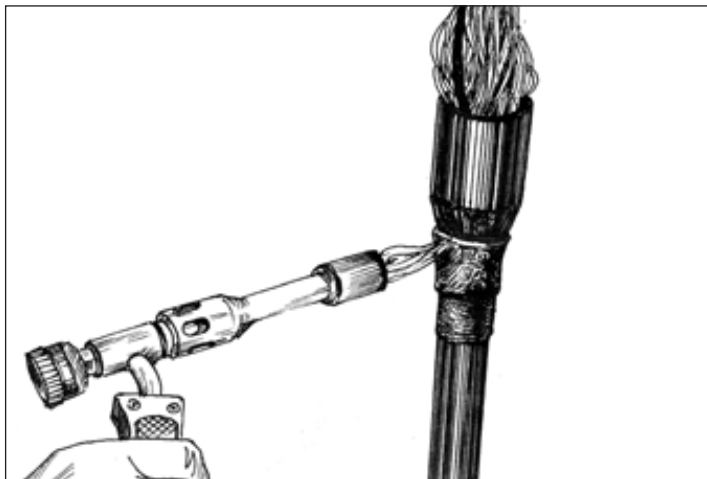

Рис. 3.5 - Герметизация корпуса муфты отрезком ТУТ.
3.1.8. Корпус муфты надвигают на распушенный сердечник кабеля до упора в экранированный соединитель и производят его герметизацию отрезком ТУТ (рис. 3.5).